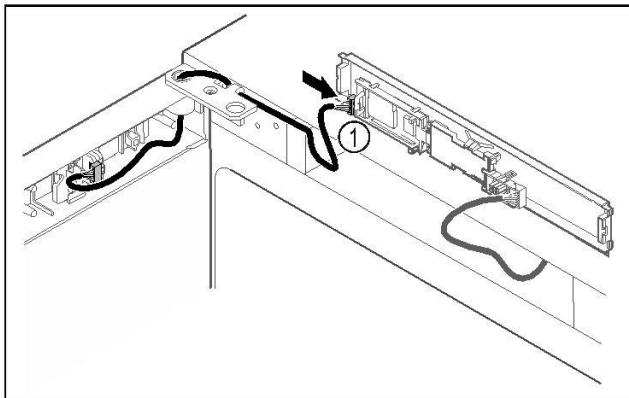

Fig. 44
- || Stekker Fig. 44 (1) in printplaat steken.